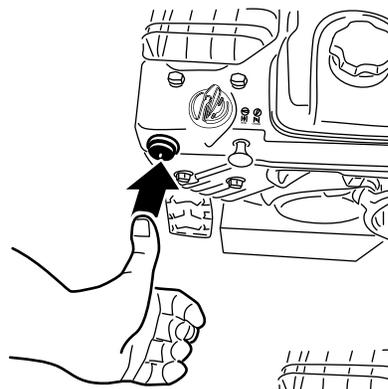

Figure 29
4. Avec le pouce, appuyez fermement sur l'amorreur à 2 reprises (à partir de -9 °C) ou à 4 reprises (en dessous de -9 °C), en marquant une pause d'une seconde chaque fois (Figure 29).